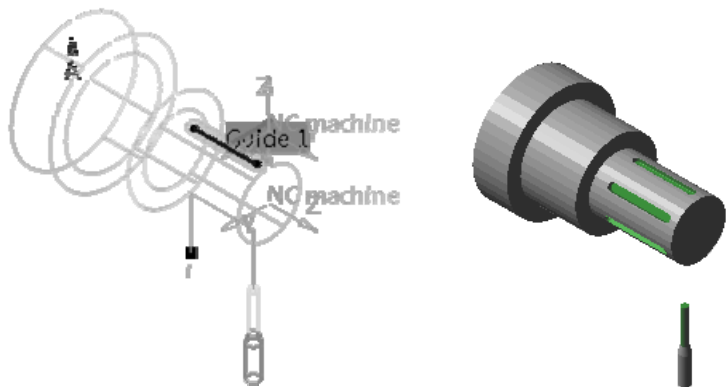

图 7-139 刀具路径轨迹和实体切削仿真（2）
5) 重复上述 3) 刀具路径旋转的操作步骤，将“Multi-Axis Curve Sweeping.4”刀具路径旋转 180°，显示刀具路径轨迹和切削仿真（2）如图 7-139 所示。